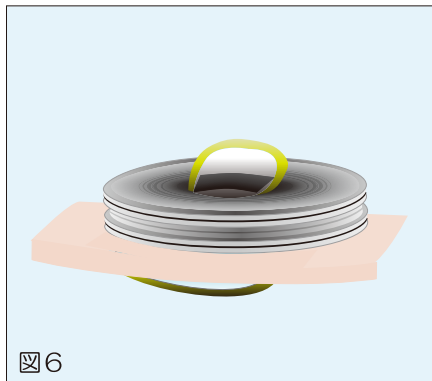

図6
- 3.フレキシブルリングの後端部を反転させるように創内に挿入する。(図6)